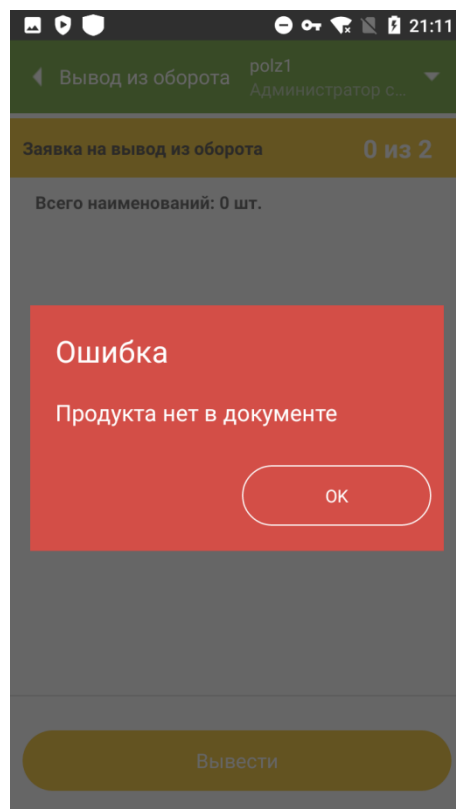

Рисунок 11.11
- 2.2.1. Если отсканированный код не соответствует продукции (например, отличается серия), указанной в сопроводительном документе, появится сообщение об ошибке «Продукта нет в документе» (Рисунок 11.11). Нажать «ОК». Перейти на шаг 2.2.